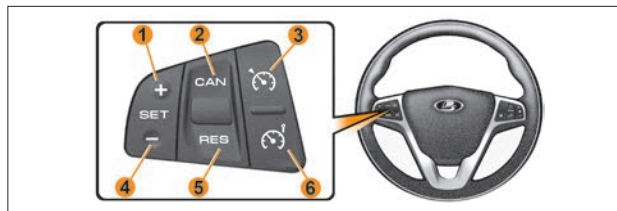

Рис. 1. Блок управления «круиз-контроль» и «ограничитель скорости»
– выключатель «» – включение/выключение круиз-контроля (рис. 1, поз. 3);
– выключатель «» – включение/выключение ограничителя скорости (рис. 1, поз. 6);
– выключатель «**SET+** / **SET-**» – установка и увеличение скорости 1 и 4 (рис. 1);